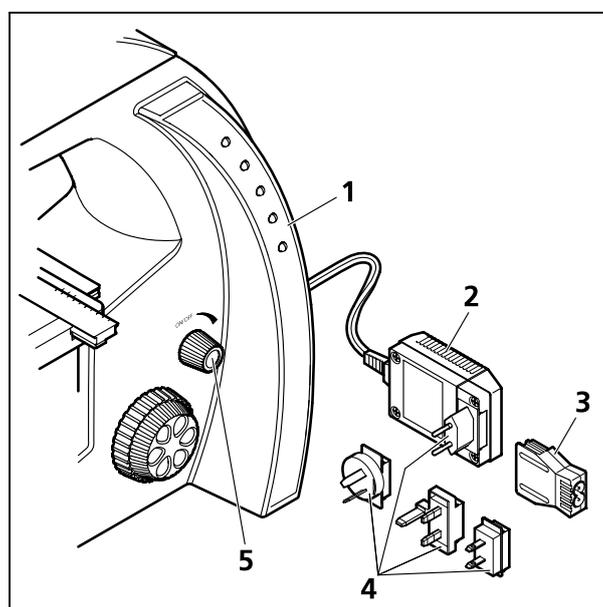

Fig. 3 Mise en service du microscope
- Sortez le bloc d'alimentation enfichable (Fig. 3/2) de la cavité dans laquelle il est rangé au dos du statif.
- Si nécessaire, remplacez l'adaptateur en place par l'adaptateur approprié, à choisir parmi les adaptateurs livrés avec le microscope (Fig. 3/4). Enlevez l'adaptateur et enfichez l'adaptateur choisi.
- S'il n'est pas possible, pour des raisons d'espace, d'enficher le bloc d'alimentation dans la prise secteur prévue à cet effet, remplacez l'adaptateur par l'adaptateur IEC (Fig. 3/3) qui fait également partie de la fourniture. Il est alors possible de poser le bloc d'alimentation à plat et de le raccorder à la prise par l'intermédiaire d'un câble d'alimentation approprié.
- Mettez le microscope sous tension avec le commutateur rotatif (Fig. 3/5) et réglez l'éclairage sur l'intensité désirée.
Le réglage sélectionné est affiché par cinq diodes lumineuses de couleur bleue (Fig. 3/1) situées de part et d'autre du statif et correspondant à cinq niveaux d'intensité.